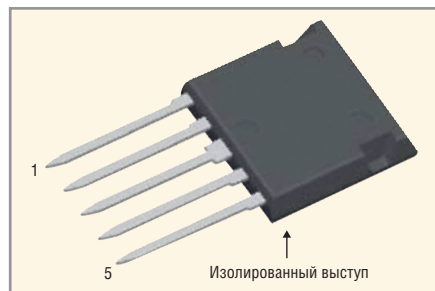
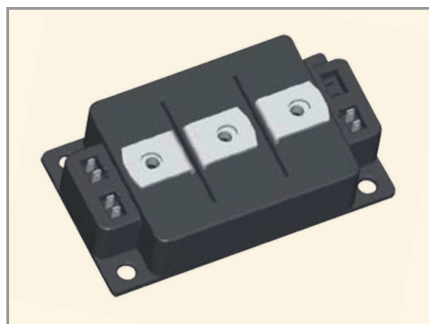
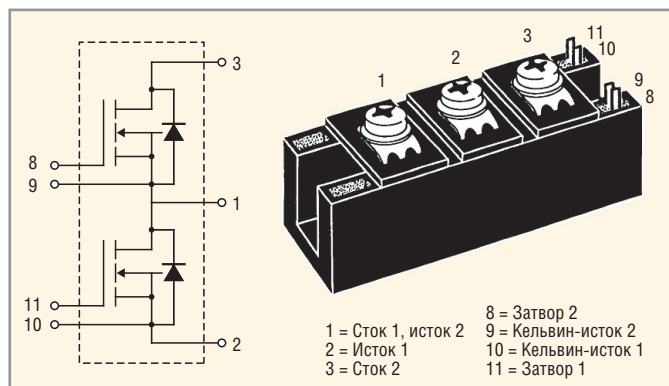
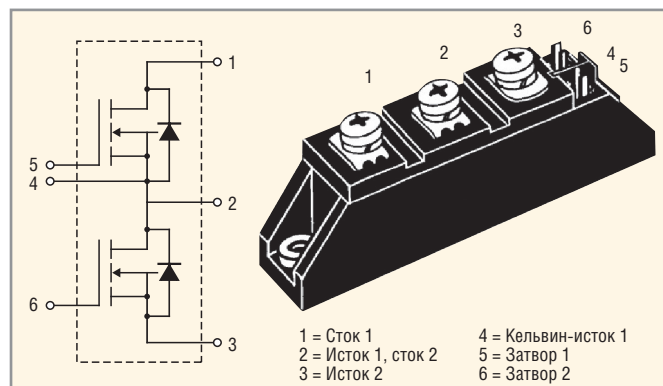

Рис. 3. Внешний вид модулей в корпусе ISOPLUS i4-Pak
Рис. 4. Внешний вид модулей в корпусе Y3-Li
Рис. 5. Структура и внешний вид модуля VMM85-02F в корпусе Y4-M5
Рис. 6. Структура и внешний вид модуля VMM45-02F в корпусе TO-240AA
*Phase-Leg* (однофазные приборы) – модули, состоящие из двух коммутационных или n-канальных МОП-транзисторов с оппозитными диодами и терморезисторами с отрицательным ТКС (в ряде приборов). Транзисторы модулей выполнены по технологиям HiPerFET, Polar P & N-Channel, Trench P & N-Channel, PolarHV HiPerFET, Trench Gate HiperFET, TrenchT2 HiperFET в корпусах ISOPLUS i4-Pak (см. рис. 3), Y3-Li (с низкой индуктивностью соединений, см. рис. 4), Y3-DCB, Y4-M5 (прибор VMM85-02F, структура и внешний вид см. на рис. 5), TO-240AA (прибор VMM45-02F, структура и внешний вид см. на рис. 6). Изолированные основания всех модулей рассматриваемой группы реализованы по технологии DCB. Приведём основные особенности перспективных приборов группы Phase-Leg, справочные листки на которые выпущены в 2008–2011 гг.: